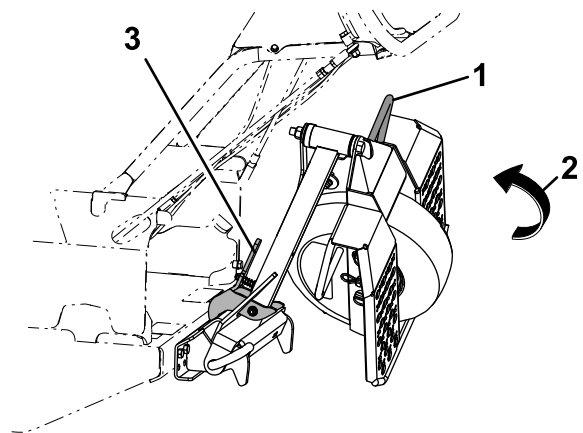

Figure 25
1. Tenez fermement la poignée latérale de la plate-forme et soulevez-la légèrement (voir Figure 25).